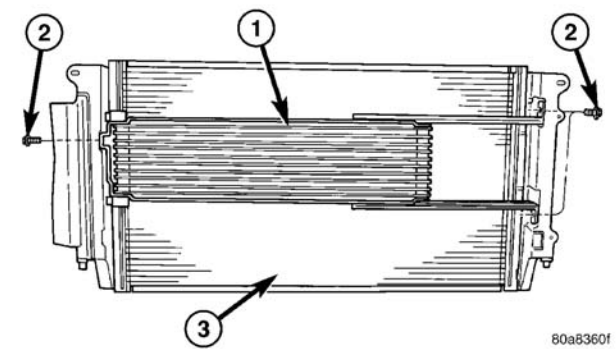

图 2 变速箱油冷却器
变速箱油冷却器是一个机油对空气型的冷却器，装在散热器前面与空调冷凝器后面之间的空间内 (图 2)。仅使用为满足安装空间而模制的并已经获得认可的变速箱油冷却器软管。
- (3) 卸下油冷却器的固定螺钉 (图 2)。
- (4) 卸下油冷却器。
- （1）安装驱动桥油冷却器，装上安装螺钉（图 2）。
- （2）连接新的冷却器软管，装上管夹（图 2）。